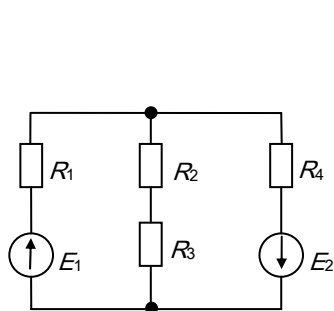

Рис. 2.1
- 3 Собрать схему, показанную на рис. 2.1; включить питание и произвести следующие измерения:
- Какими способами можно измерить токи в ветвях схемы на рис. 2.1?